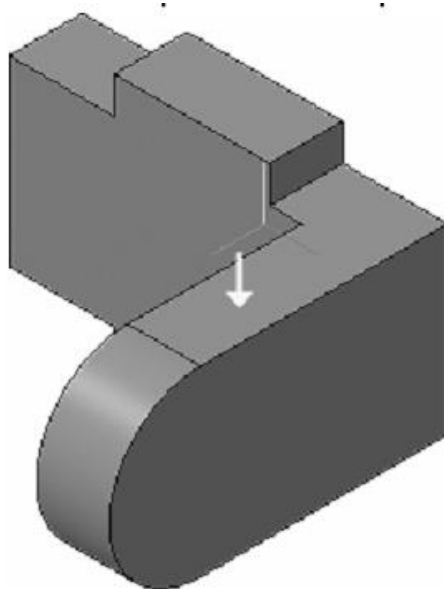

Рисунок 21.
16. Выдавите эскиз в обратном направлении на 16 мм (рис. 21).